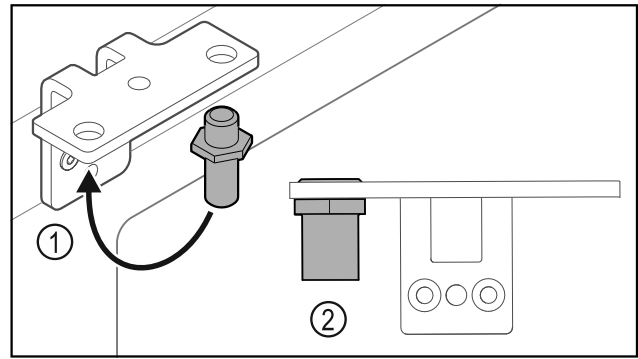

Fig. 22
- ▶ Μεταφέρετε τον πείρο Fig. 22 (1) στη γωνία μεντεσέ.
- ▶ Σφίξτε τον πείρο Fig. 22 (2) με ροπή 12 Nm.